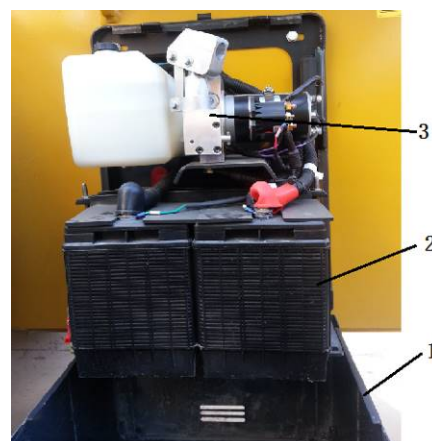

Рис. 3-27
3.4.5.3 Замена гидравлического масла в насосе подъема / опускания капота (рис. 3-27)